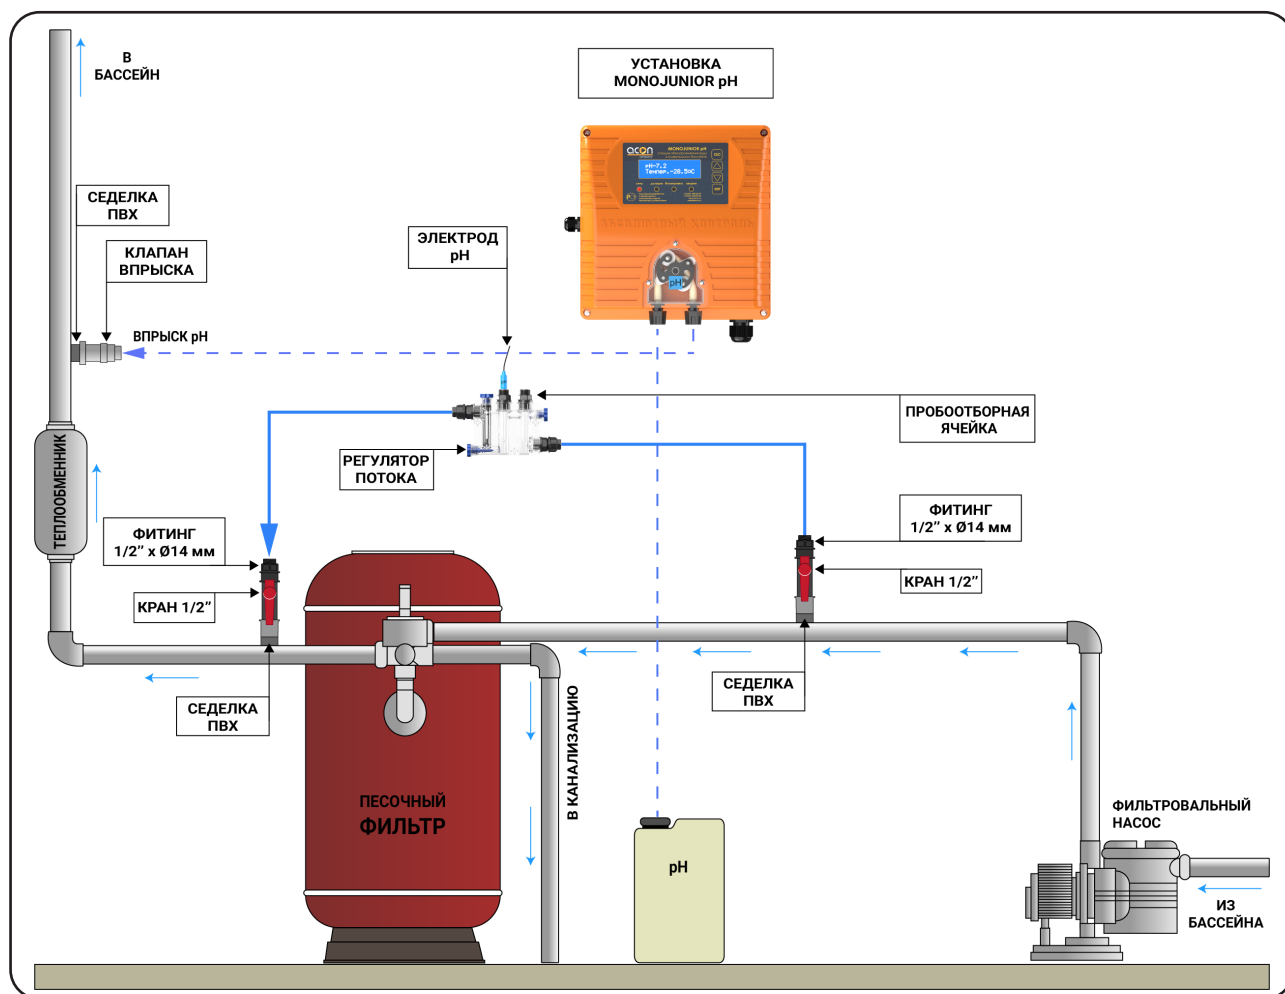

Рисунок 3. Гидравлическая схема подключения MONOJUNIOR pH
8.4) Далее, согласно гидравлической схеме (рисунок 3, **п.5**), необходимо смонтировать седелки клеевые ПВХ 1/2"BP-D50/63 на ПВХ трубу гидравлической системы плавательного бассейна для пробоотборной линии.